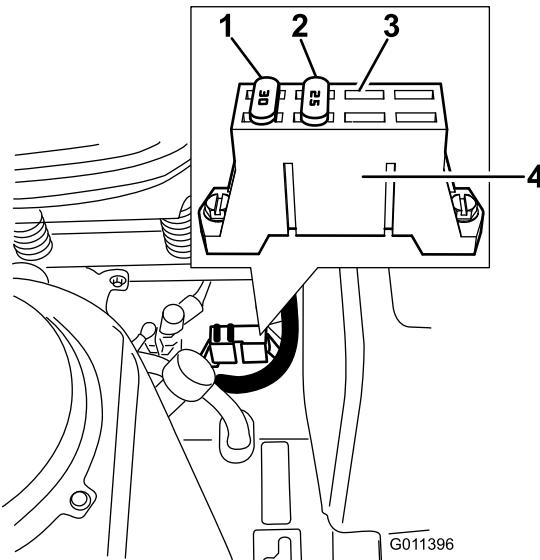

Bild 50
- Die Sicherungen befinden Sie rechts am Armaturenbrett neben dem Sitz (Bild 50).
- Setzen Sie eine neue Sicherung ein (Bild 50).